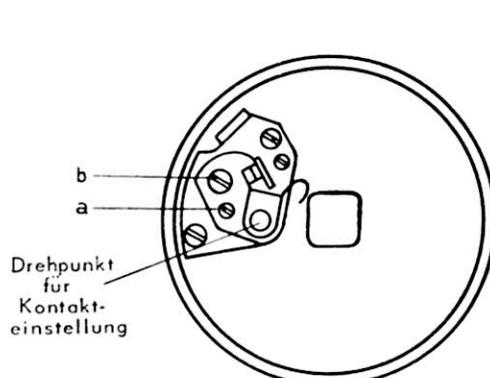

Bild 4
A) Einstellung der **Verteiler mit 1 Unterbrecher** (Bild 4 und 4 a)